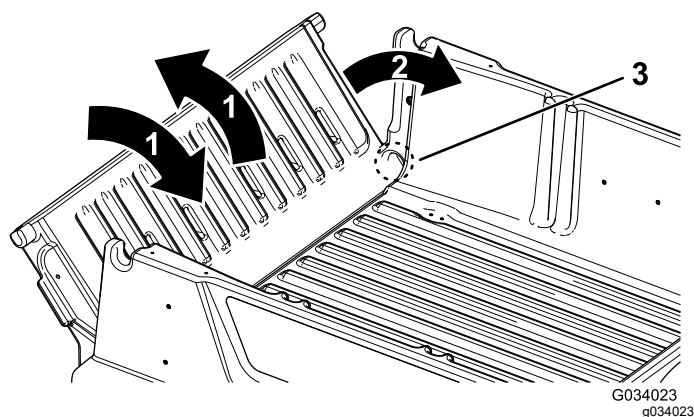

Figura 17
2. Rotiți oblonul spate într-o poziție de aproximativ 45° (Figura 17).
3. Efectuai o micare scurtă, de scuturare, pentru a roti oblonul spate înainte i înapoi de câteva ori (Figura 17).